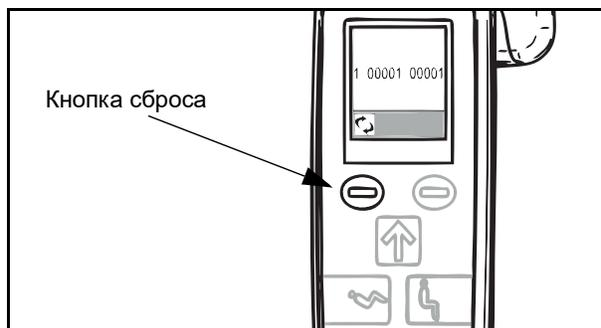

Рис. 3
3. На экране счетчика продолжительности использования отображаются два столбца цифр (см. Рис. 3). Цифры указывают на полное время (в десятых долях часа) работы двигателя стойки.